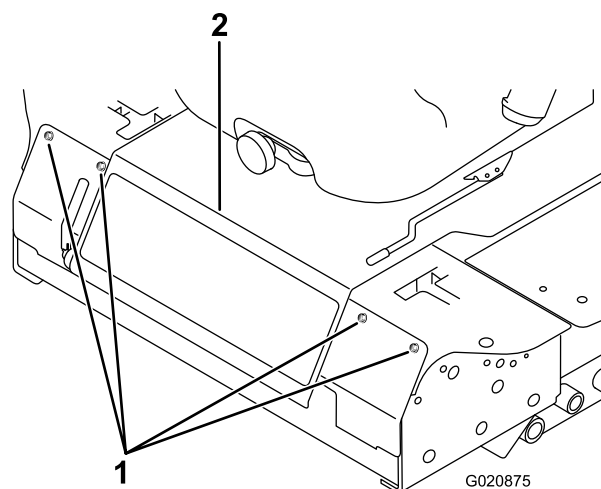

**Figura 70**
3. Afloje los 2 tornillos que fijan el interruptor de seguridad (Figura 70).
4. Sujetando la palanca de control contra el bastidor, mueva el interruptor hacia la palanca hasta que la distancia entre la palanca y el cuerpo del interruptor sea de 0.4 a 1 mm (de 0.015" a 0.045") como se muestra en Figura 70.